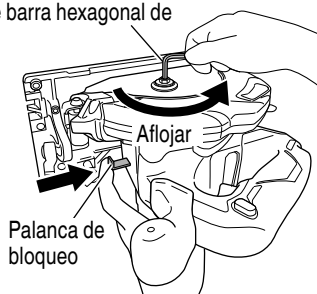

Fig. 9
- Ajuste la velocidad de corte al máximo, y coloque la sierra circular como se muestra en la Fig. 9.